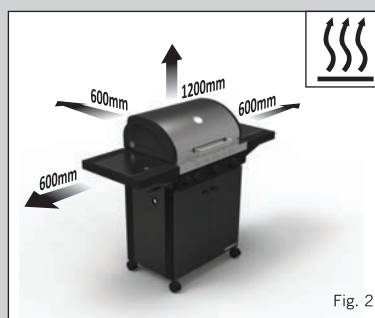

Fig. 2
- Upewnij się, że w pobliżu urządzenia nie znajdują się żadne materiały łatwopalne. Minimalna bezpieczna odległość wynosi 1,2 m ponad i 600 mm z tyłu i z boku urządzenia (zob. rys. 2).